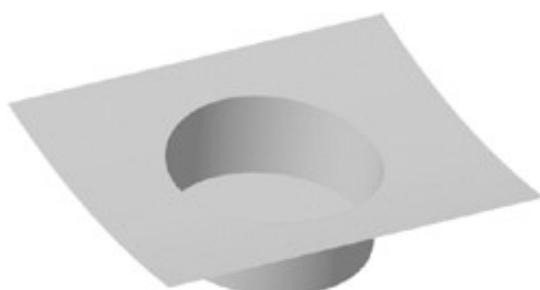

图4-10 创建合并曲面
Step 25 在“合并”操控板中单击“确定”按钮, 两曲面合并, 按住鼠标中键, 翻动实体后, 如图4-10所示。